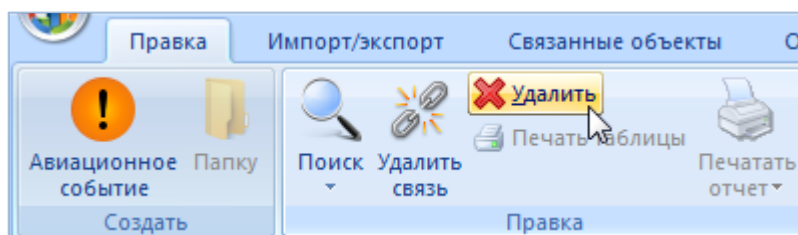

Рис. 13-399. Кнопка «Удалить» панели «Правка»
- 3) Нажать кнопку «Удалить» панели «Правка» (рис. 13-399).